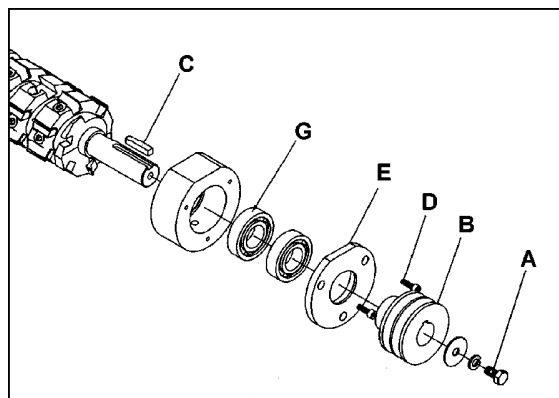

Рис. 33
головкой (А, Рис. 33), снимите шкив (В, Рис. 33) и шпонку (С, Рис. 33).
- Открутите винты (D, Рис. 33) с обеих сторон и снимите крышки подшипников (Е, Рис. 33).
**ПРИМЕЧАНИЕ:** На Рис. 33 изображена сторона ножевого вала со шкивом. Противоположная сторона ножевого вала в разобранном состоянии имеет похожий вид, детали приведены на сборочном чертеже на стр. 38.
**ВАЖНО:** Если подшипники (G, Рис. 33) необходимо заменить, компания Powermatic настоятельно рекомендует воспользоваться услугами квалифицированного специалиста по ремонту. Подшипники установлены с запрессовкой и должны быть извлечены с помощью съемника.